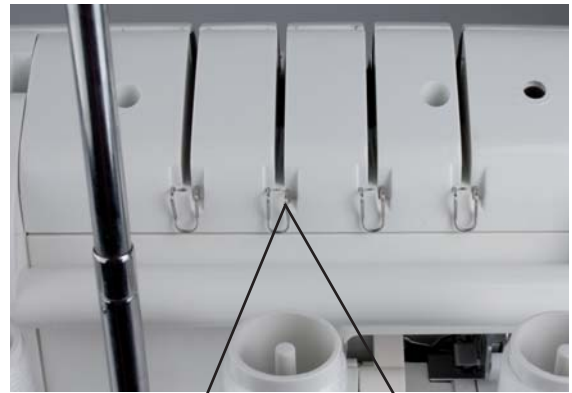

Abb.16
3. Fädeln Sie den Faden in die Fadenführung ein, indem Sie den Faden nach unten ziehen, bis er unter die Fadenführung rutscht (2) (Abb. 16).